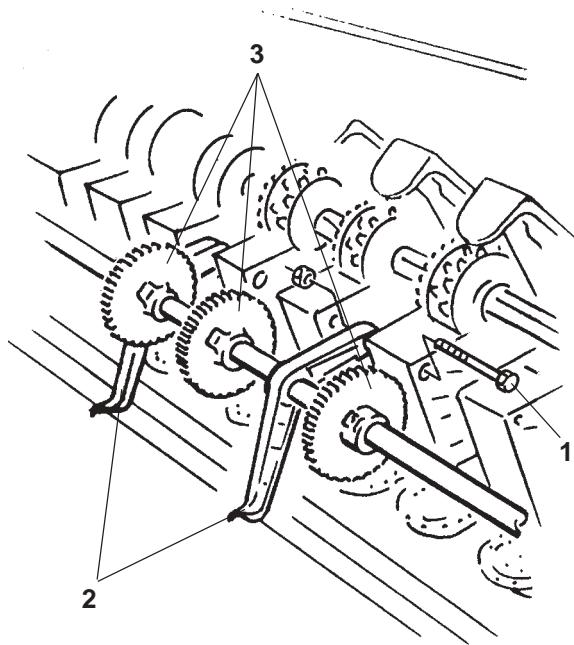

Рис. 13.15
- Закрепите поворотный кронштейн (Рис. 13.15/2) к старой высевной коробке технической колеи при помощи шестигранного винта (Рис. 13.5/1).
- Ослабьте приводную шестерню (Рис. 13.15/3) и передвиньте ее соответствующим образом на промежуточном вале.
- Закрепите поворотный кронштейн (Рис. 13.15/2) к новой высевной коробке технической колеи.